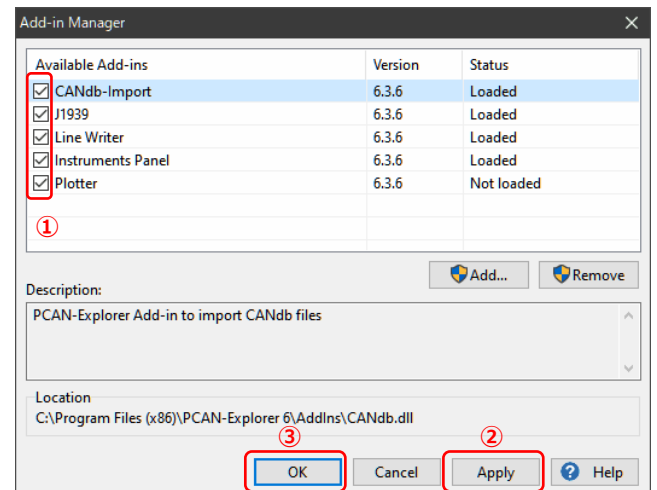

図 A-2
Add-in Manager ウィンドウが表示されます (図 A-2 参照)。
必要な Add-in にチェックし (図 A-2 ① 参照)、Apply ボタンを押します (図 A-2 ② 参照)。
OK ボタンを押します (図 A-2 ③ 参照)。
- 図 A-2 は、すべての Add-in を購入している場合の例です。